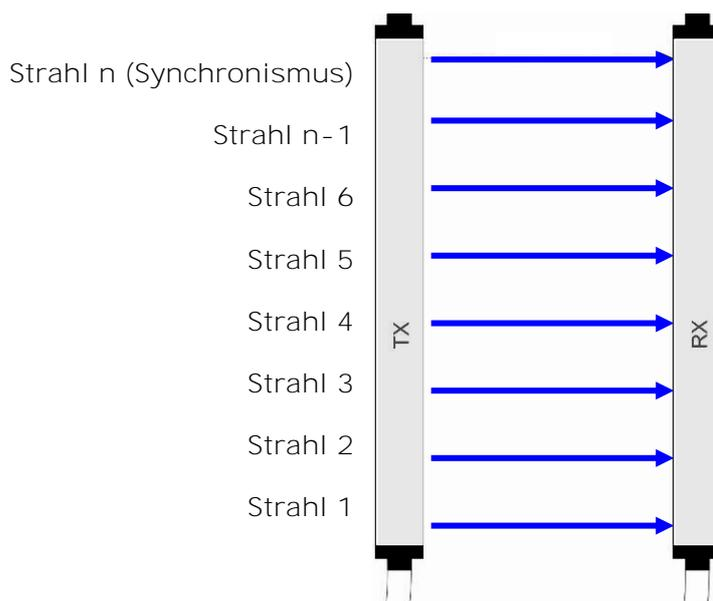

Abbildung 1
- ➔ Es ist wichtig, darauf hinzuweisen, dass die Nummerierung immer von unten beginnt, wie aus Abbildung 1 zu entnehmen ist. Sollte der Synchronismus über Kabel erfolgen, kann auch der letzte Strahl für die Messungen verwendet werden.